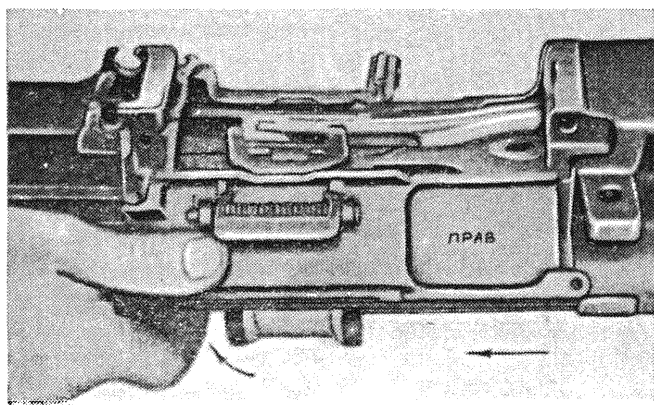

Рис. 88
19. Поставить с правой стороны коробки правую горловину, для чего сначала передний шип правой горловины ввести в вертикальный паз коробки, а затем легким ударом по заднему концу правой горловины ввести в зацепление правую защелку с задним вертикальным пазом коробки (рис. 88).